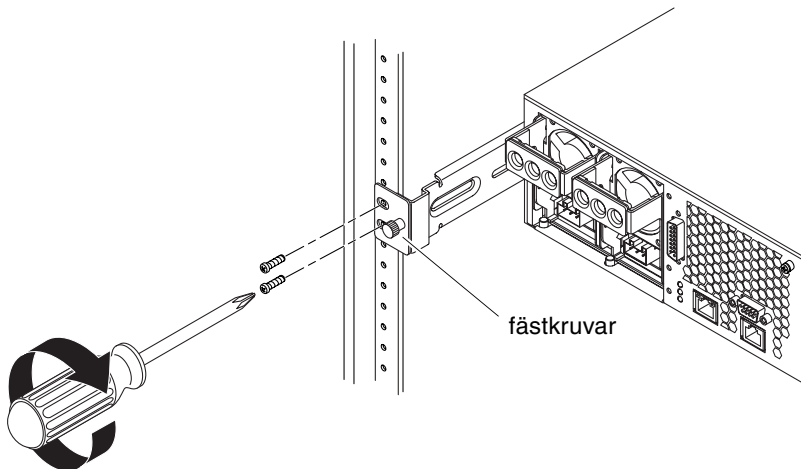

BILD 3-5 Skruva fast serverns baksida i racket
9. Vid rackets baksida använder du fästskruvarna för att skruva fast de två bakre monteringsflänsarna i de bakre monteringsskenorna som sitter på servern (BILD 3-5).
10. Använd två skruvar för varje monteringsskena och skruva fast de bakre monteringsskenorna i rackets baksida (BILD 3-5).